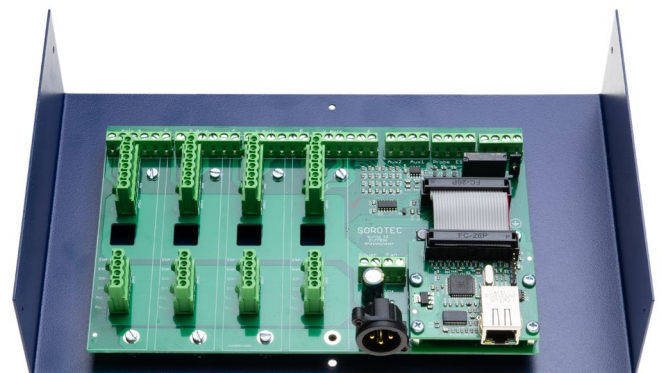

Bild 10: Gehäuseboden mit montierter Hauptplatine
- Montieren Sie die fertig vorbereitete Hauptplatine mit Zylinderkopfschrauben **14** auf den Gehäuseboden. Siehe Bild 10.